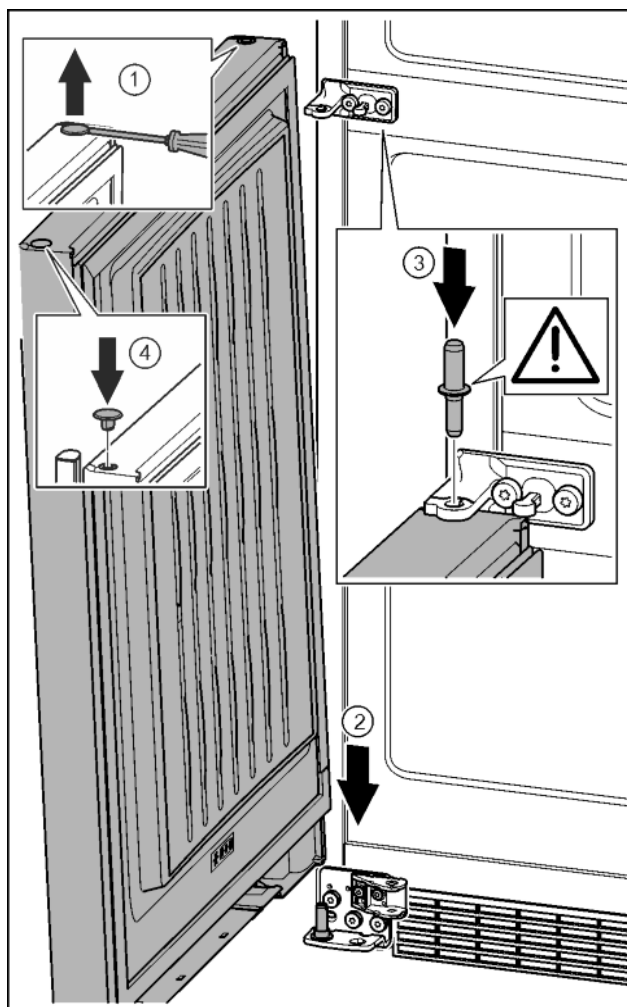

Fig. 33
- ▶ За допомогою шліцевої викрутки обережно підніміть пробку та витягніть її. *Fig. 33 (1)*
- ▶ Встановіть дверцята зверху на нижній опорний гвинт. *Fig. 33 (2)*
- ▶ Середній опорний гвинт встановіть в нижні дверцята через середній опорний кронштейн. При цьому виступ фіксатора повинен бути спрямований назад. *Fig. 33 (3)*
- ▶ Знову вставте пробку з іншого боку дверцят. *Fig. 33 (4)*